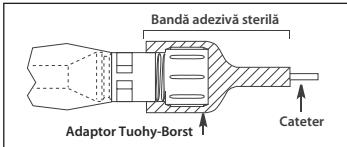

Figura 5
- Capătul cu adaptor Tuohy-Borst al ecranului anticontaminare al cateterului trebuie fixat cu bandă adezivă sterilă pentru a preveni mișcarea cateterului (consultați Figura 5).